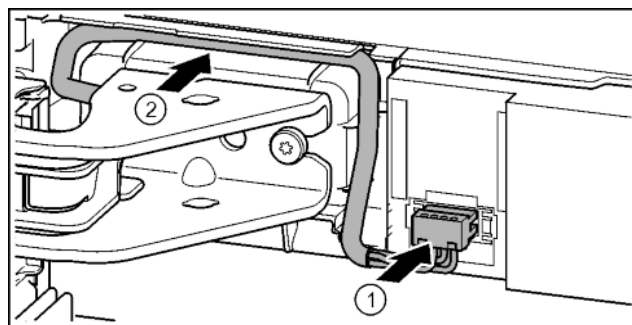

Fig. 34
- Зафиксировать штекер над верхним опорным кронштейном и осторожно уложить жилы кабеля в канал. Fig. 34 (1)
- Осторожно проложить серый кабель в направляющей над верхним опорным кронштейном. Fig. 34 (2)